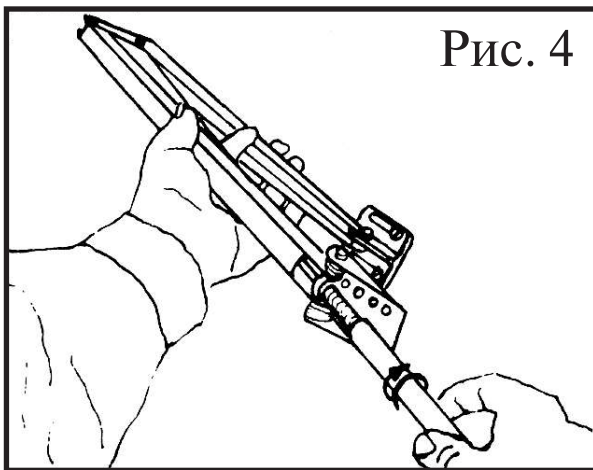

Рис. 4
2. Разводя Рычаг (7) и Рычаг (8), взведите пружину.
3. Вкрутите Цилиндр (1) в держатель цилиндра (2) (см. рис. 4) Вставьте Шток (3) в Толкатель штока (4),